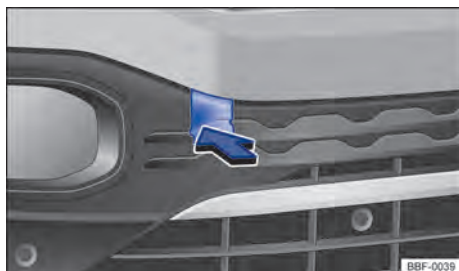

Fig. 159 No para-choque dianteiro à direita: soltar e remover a cobertura.
O alojamento para a argola de reboque rosqueável está localizado à direita do para-choque dianteiro, atrás de uma cobertura → **Fig. 159**.
- Pressionar na área inferior da cobertura → **Fig. 159**  para soltar o travamento da cobertura.